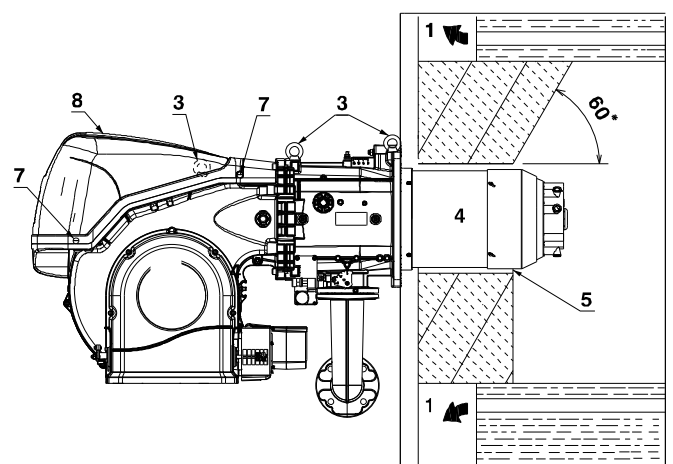

Fig. 11
Per le caldaie con giro dei fumi anteriore 1)(Fig. 11), o con camera ad inversione di fiamma, eseguire una protezione in materiale refrattario 5), tra refrattario caldaia 2) e boccaglio 4).
Predisporre un adeguato sistema di sollevamento agganciandosi agli anelli 3)(Fig. 11), dopo aver tolto le viti 7) di fissaggio del cofano 8).
- Infilare la protezione termica data a corredo sul boccaglio 4)(Fig. 11).